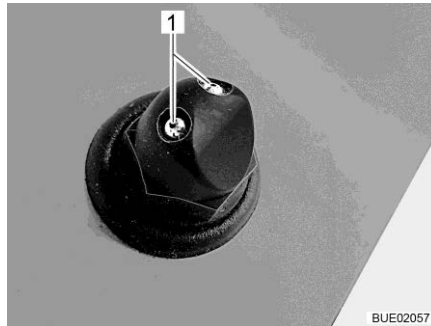

Bild 50 Spolarmunstycken (variant 1)
- Ställ in motståndet på spolarmunstyckena (Bild 50,1) med ett spetsigt föremål, tills det önskade läget har uppnåtts.